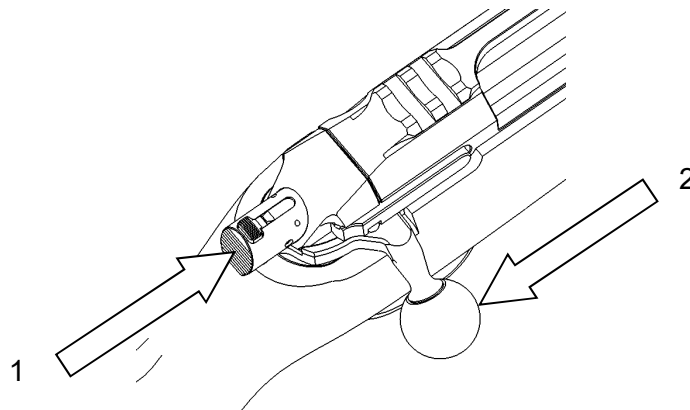

Bild 4
Zum Entsperren: mit dem Daumen den Spannschieber (Sicherungschieber) leicht nach vorne (1) schieben (ca. 2 mm). Gleichzeitig mit Zeige- und Mittelfinger den Kammergriff nach hinten (2) schwenken (entriegeln), dann den Verschluss gerade zurückziehen (Bild 4).
- 2) Den Verschluss mit dem Daumendruck entriegeln und bis zum Anschlag zurückziehen (Bild 4).
- 2) Kammer öffnen (Bild 4).